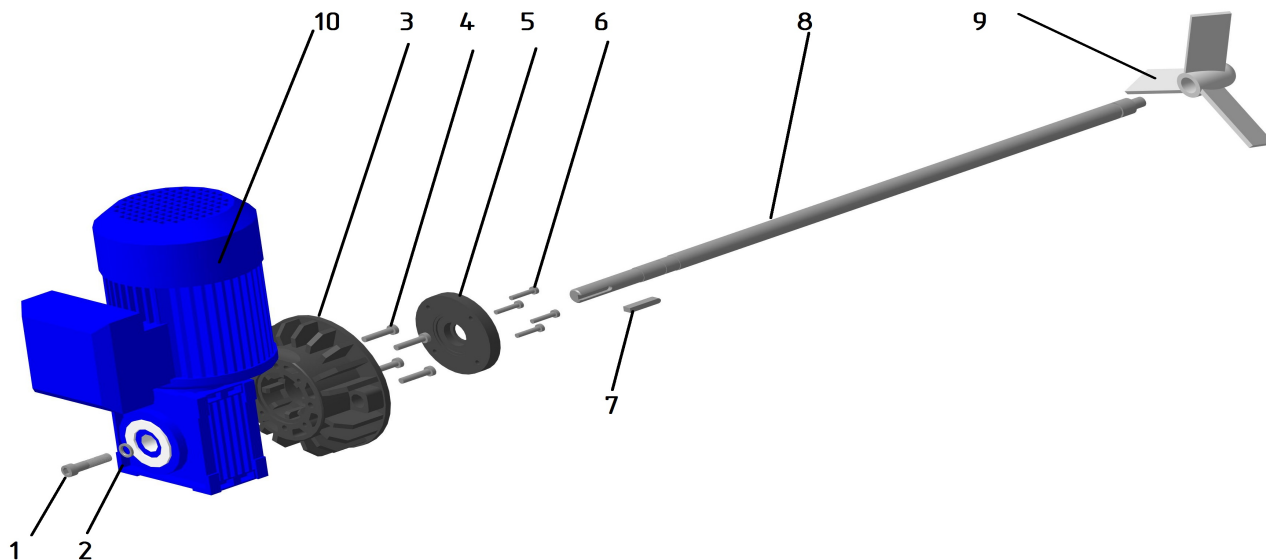

Рисунок 7.1. Детализовка мешалки SM.
4. Зафиксируйте вал и выкрутите крепёжный винт с шайбой (рисунок 7.1, поз. 1 и 2).
5. Демонтируйте вал (рисунок 7.1, поз. 8) со шпонкой (рисунок 7.1, поз. 7) из редуктора.
6. Зафиксируйте вал на горизонтальной поверхности (рисунок 7.1, поз. 8) и открутите лопастной пропеллер (рисунок 7.1, поз. 9) против часовой стрелки.
7. Демонтируйте пластиковое основание (рисунок 7.1, поз. 3 и 5) от редуктора, выкрутив крепеж (рисунок 7.1, поз. 6 и 4).
Состав мешалки SM с валом и лопастным пропеллером из нержавеющей стали (рисунок 7.1):